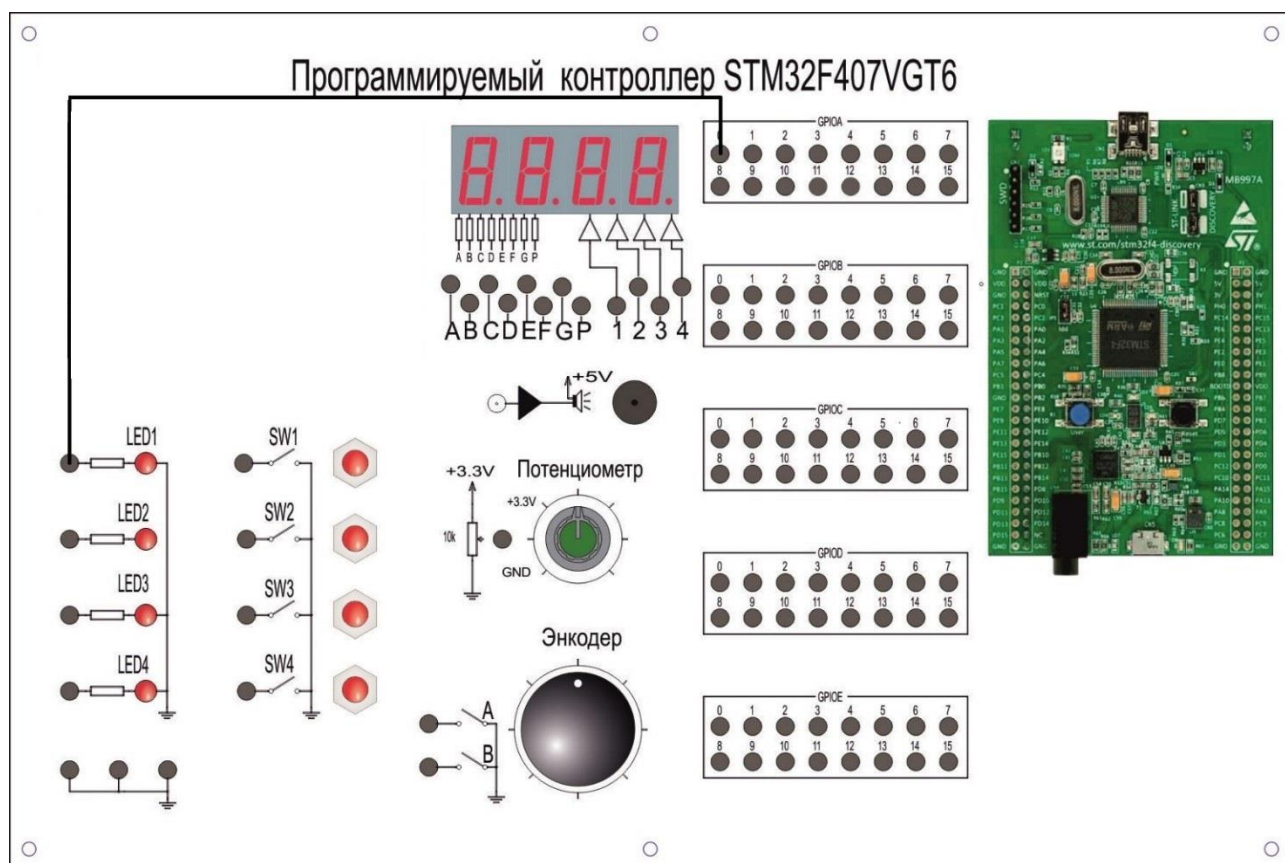

Рисунок 43. Схема соединений
5. Изучите схему, представленную на рис. 43.